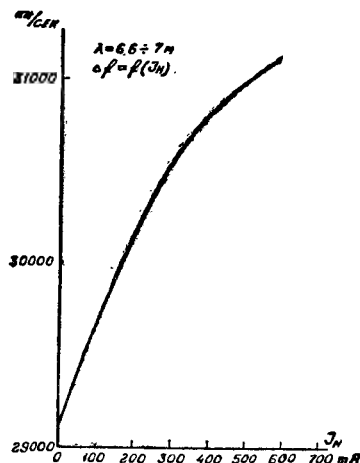

Рис. 6
3. У.к.в. диапазон (7 ÷ 6,6 м). Изменение частоты контура (рис. 6) получено в пределах 2100 кГц/сек (4,65%).